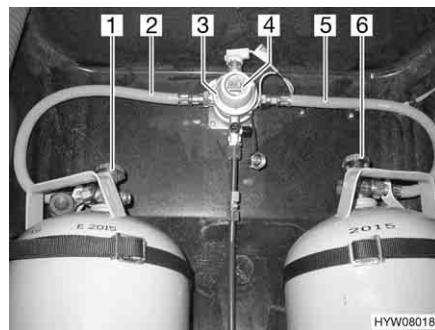
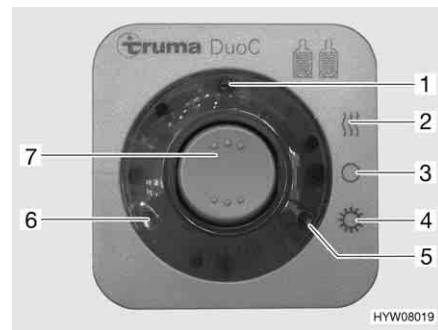

Fig. 54 Impianto di commutazione DuoControl
Fig. 55 Centralina di controllo
L'impianto di commutazione DuoControl è costituito da una valvola di commutazione (Fig. 54,3) e da una centralina di controllo (Fig. 55). La valvola di commutazione è installata tra i tubi del gas (Fig. 54,2 e 5). Con la manopola (Fig. 54,4) sulla valvola di commutazione è possibile stabilire, quale delle bombole del gas viene utilizzata come bombola in uso e quale bombola del gas viene utilizzata come bombola di riserva.
Sulla centralina di controllo (Fig. 55) possono venire azionate solo le funzioni elettriche. Le valvole principali di arresto delle bombole del gas (Fig. 54,1 e 6) devono essere aperti manualmente.
La valvola di commutazione garantisce una pressione del gas costante, indipendentemente da quale bombola provenga l'alimentazione del gas. Le due spie di controllo sulla centralina di controllo indicano il livello di riempimento della bombola in uso. Se è accesa la spia di controllo verde (Fig. 55,6), la bombola in uso è piena. Se è accesa la spia di controllo rossa (Fig. 55,5), la bombola in uso è vuota. Il rifornimento di gas avviene poi tramite la bombola di riserva.
- Aprire le valvole principali di arresto delle bombole del gas (Fig. 54,1 e 6).
- Con la manopola (Fig. 54,4) sulla valvola di commutazione (Fig. 54,3) selezionare la bombola del gas, da cui proviene la principale alimentazione del gas (bombola in uso). Girare la manopola fino all'arresto.
- Sulla centralina di controllo (Fig. 55) attivare l'impianto di commutazione DuoControl. Posizionare l'interruttore a bilico (Fig. 55,7) su funzionamento invernale "On e riscaldamento" (Fig. 55,2) oppure su funzionamento estivo "On" (Fig. 55,4). La valvola di commutazione è ora disareata. La spia di controllo gialla (Fig. 55,1) è accesa, se si seleziona la modalità di funzionamento invernale e l'impianto antighiaccio con regolatore è attivato.
- Portare l'interruttore a bilico (Fig. 55,7) in posizione "O" (Fig. 55,3). La spia gialla di controllo (Fig. 55,1) si spegne.
- Chiudere le valvole principali di arresto delle bombole del gas (Fig. 54,1 e 6).
Le spie di controllo sulla centralina di controllo (Fig. 55,5 e 6) segnalano all'interno del veicolo, se la bombola in uso è pronta al funzionamento.
Se la spia di controllo verde (Fig. 55,6) si spegne durante il funzionamento e la spia di controllo rossa (Fig. 55,5) si accende, significa che la bombola del gas selezionata come bombola in uso è vuota e deve essere sostituita. La bombola di riserva continua ad alimentare le utenze a gas.